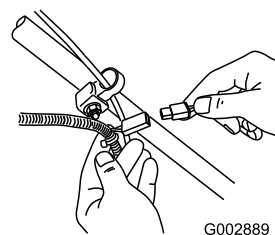

Figura 20
- Conecte el cargador al arnés de cables del cortacésped, situado debajo de la llave de contacto (Figura 20).